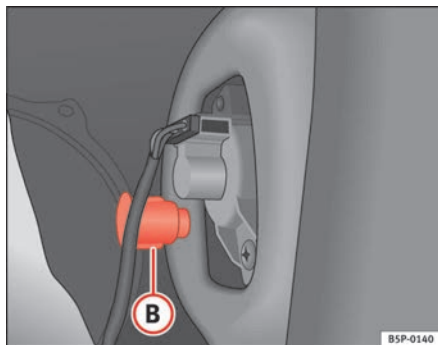

Abb. 186 Standlicht /
- Schrauben Sie die Kunststoffhalterung ⇒ Abb. 186 **(B)** der Rückleuchte heraus. Zum Herausdrehen können Sie einen Schraubendreher in dieses Teil einsetzen.